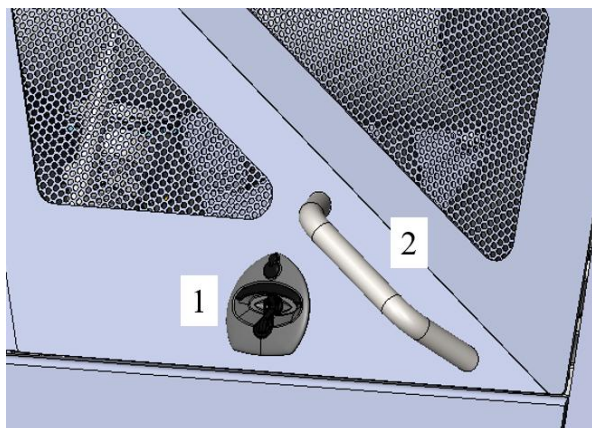

Рисунок 3.16. Створка капота
- ▶ Открытие створки: потянуть ручку замка на себя, затем повернуть ее на 90° поз. 1, и открыть створку, потянув за ручку 2 по направлению вверх рис. 3.16.